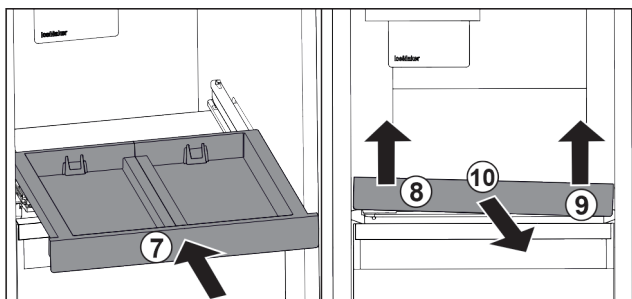

Fig. 101
- ▶ Vstavite izvlečno polico. Fig. 101 (7)
- ▶ Izvlečno polico dvignite naprej levo. Fig. 101 (8)
- ▶ Izvlečno polico dvignite naprej desno. Fig. 101 (9)
- ▶ Izvlečno polico odstranite v smeri naprej. Fig. 101 (10)